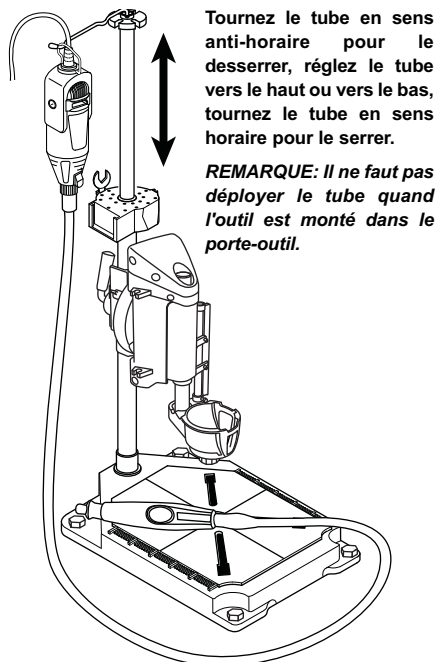

Figure 4. Réglage de la hauteur du tube
8. Faites pivoter le tube supérieur en sens anti-horaire pour le desserrer, ce qui permet de le régler vers le haut ou vers le bas. Quand vous avez atteint la hauteur désirée, tournez le tube en sens horaire pour le serrer (Figure 4).